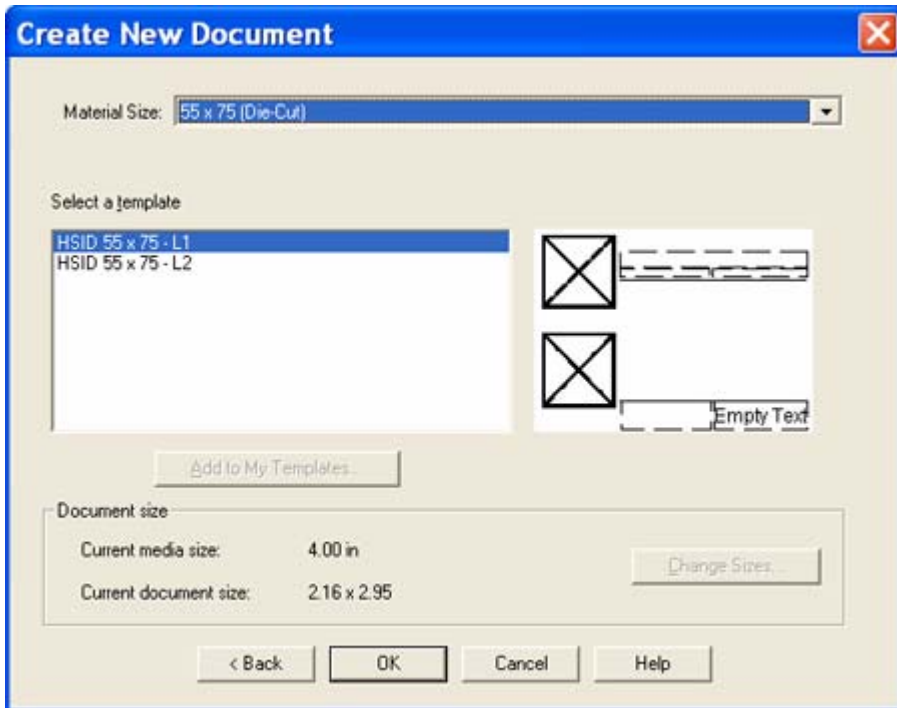

Abbildung 3-1. Neues Dokument erstellen
2. Wählen Sie den **Drucker** aus, und klicken auf **OK**. Das Dialogfeld **Neues Dokument erstellen** wird angezeigt (Abbildung 3-1).